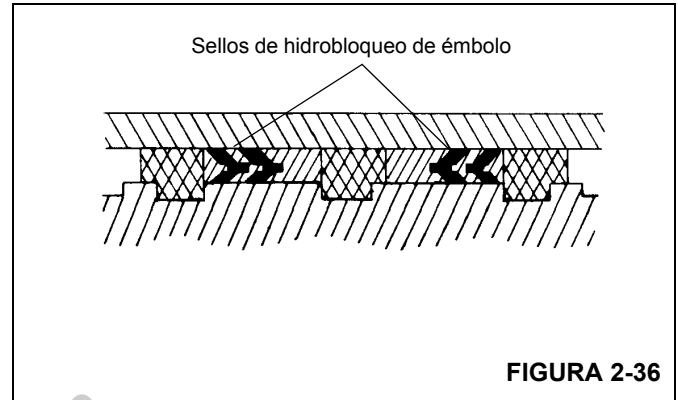

FIGURA 2-36
15. Instale los sellos de hidrobloqueo en el émbolo (Figura 2-36).